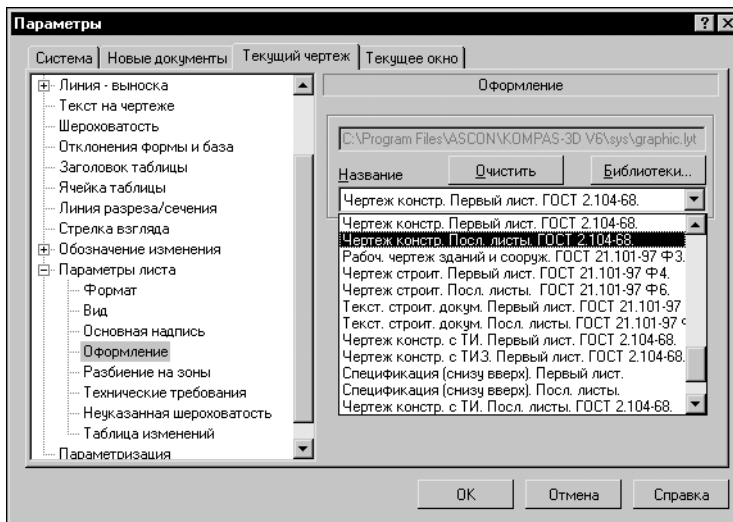

Рис. 5.8. Выбор оформления
- 4.7. Чтобы изменить оформление, щелчком мыши сделайте текущей строку **Оформление** (рис. 5.8).